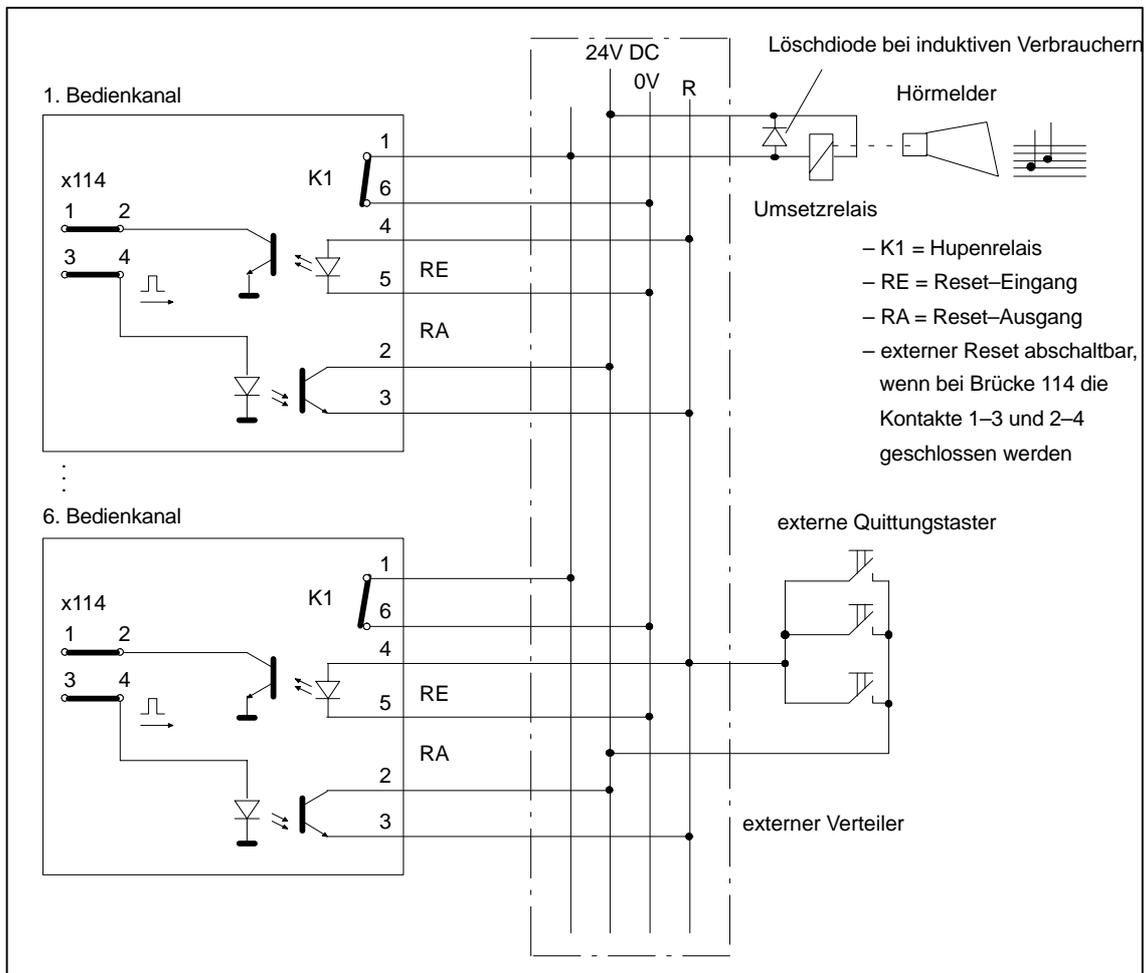

Bild 4.10 Zusammenschalten mehrerer Bedienkanäle mit zusätzlichen außenliegenden Quittierungstasten
- Mit der Maus oder mit dem Quittierungstaster von außen, bei Anschluss von mehreren Kanälen nach Bild 4.10.